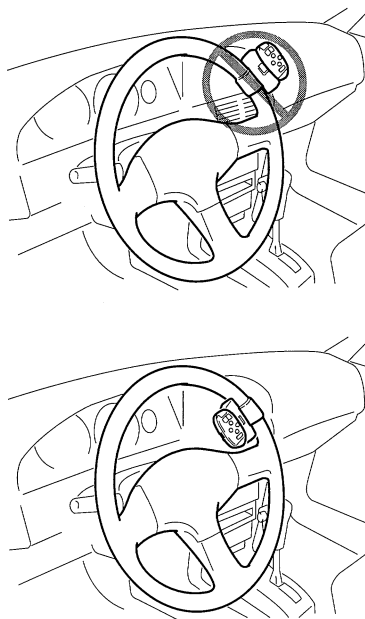

Fig. 9
- Non applicare questa unità alla circonferenza esterna del volante, altrimenti disturba la stabilità di guida e causa incidenti stradali. Applicare sempre l'unità alla circonferenza interna del volante come illustrato. (Fig. 9)